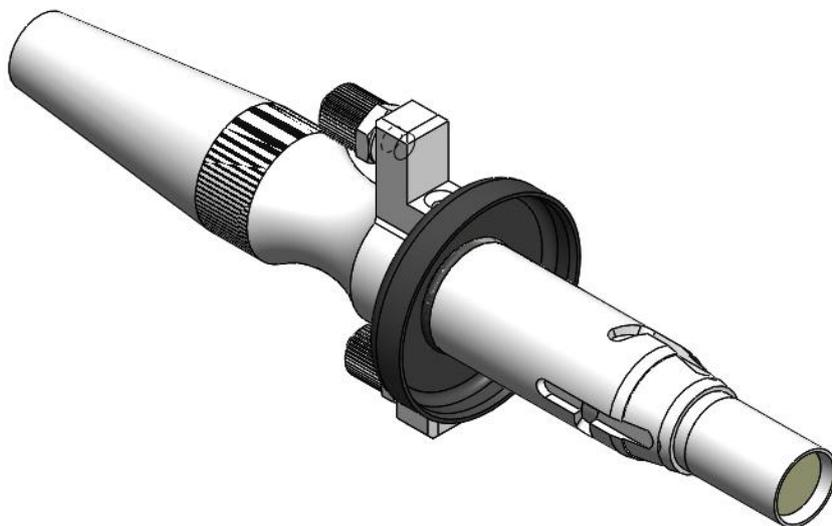

图1.6
- ② 将配件中白色小盒子内的防尘套套进光纤头上，如下图1.6所示：